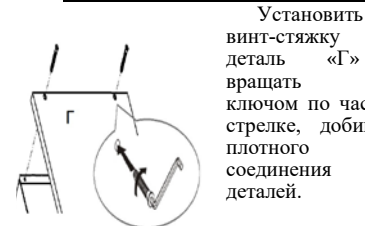
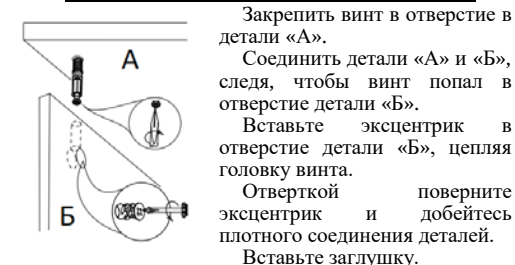

Рис. 2
Рис. 3
- Оснастить детали тумбы поз. № 1, 3,3' винтами к стяжке эксцентриковой (рис.3)
- Собрать каркас изделия. Для этого последовательно соединить детали поз. № 2, 3, 5,4,6, 4',5' и 3'. Вертикальные стенки и перегородки с полком стянуть винт-стяжкой «Confirmat» (Рис.2). Полки закрепить к поз. №3 и 3' стянув панели стяжкой эксцентриковой (рис.3), а к №4 и 4' с помощью штока эксцентрикового двухстороннего (рис.4). В пазы между деталями поз. №3, 3',2 установить заднюю стенку ДВП поз.12.
- Установить крышку тумбы поз. № 1 и закрепить стяжкой эксцентриковой (Рис.3).